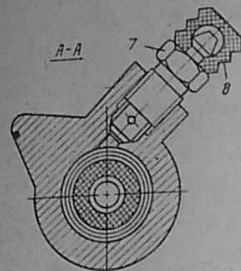

Рис. 47. Главный цилиндр привода выключения сцепления
7. Отвернуть крышку 3 (рис. 47) бачка, вынуть сетку 2. Если в бачке есть остатки рабочей жидкости, слить ее. Слегка зажать главный цилиндр в тисках или приспособлении и специальной отверткой с широкой рабочей частью вывернуть штуцер 4 крепления бачка к корпусу главного цилиндра, после чего снять корпус 1 бачка и прокладку 5 штуцера.
При очистке рабочего цилиндра следует удалить заостренной спичкой грязь с его дна. Даже мельчайшие частицы грязи, попадающие после сборки под манжету, могут вызвать течь жидкости и пропуск воздуха. Следует также очистить отверстие для подвода жидкости. Необходимо внимательно осмотреть резьбовые отверстия цилиндров, резьбу штуцера в главном цилиндре. Срезанная и смитая резьба недопустима. Если манжеты, защитные резиновые чехлы затвердели или имеют изъяны, заменить их. В главном цилиндре (см. рис. 47) следует осторожно прочистить перепускное В и выходное В отверстия заостренной спичкой, а компенсационное отверстие А — мягкой затупленной проволокой диаметром 0,6 мм. Рекомендуется также очистить вентиляционное отверстие в пробке наполнительного бачка. Протирочный материал должен быть чистым, не оставляющим волокон, которые могут засорить систему или нарушить ее герметичность.
1. После сборки всех деталей главного цилиндра сцепления проверить, быстро ли возвращается назад поршень под действием возвратной пружины в исходное положение — до упора в шайбу 12 (см. рис. 47) — после полного нажатия на него толкателем, а также существует ли в исходном положении зазор *a* между сферической головкой толкателя и гнездом поршня. Отсутствие зазора недопустимо. Обеспечивается он размерами входящих деталей. Если поршень медленно возвращается в исходное положение, необходимо проверить упругость возвратной пружины (см. табл. 22).